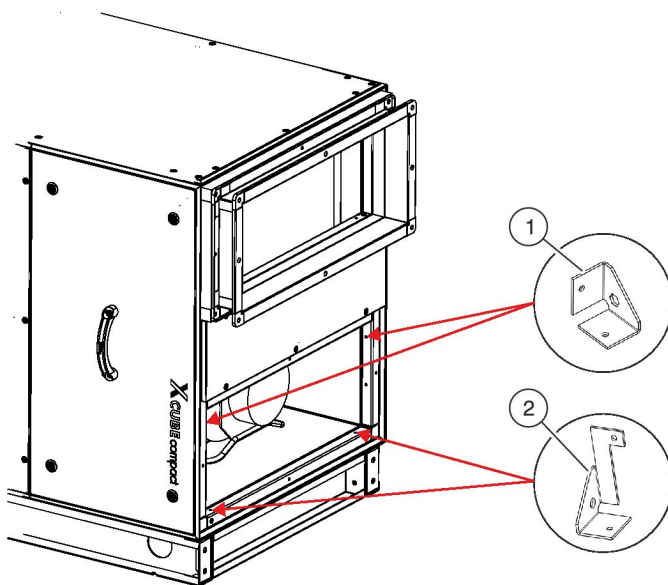

Рис. 19: Угольники жесткости
1. ► Закрепите два стандартных угольника жесткости (Рис. 19/1) к верхним отверстиям на установке при помощи прилагающихся винтов.
2. ► Закрепите два угольника жесткости с выкroенным профилем (Рис. 19/2) к нижним отверстиям установки при помощи прилагающихся винтов.